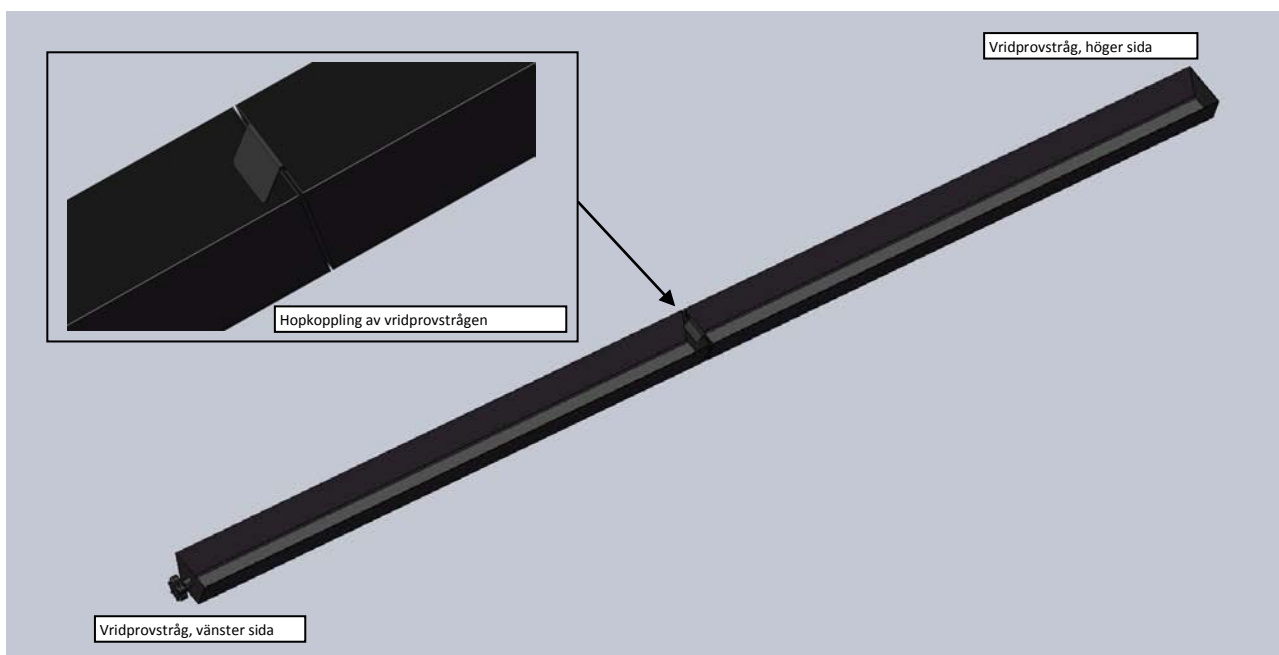

Bild 3.3.5 Hopkoppling av vridprovstrågen i rätt ordning.
6. Trågen dras ut och deras innehåll vägs. Efter behov regleras utmatningsmängden med växellådan tills vägningsresultatet motsvarar det önskade värdet. Den mängd, som vridprovet ger, motsvarar en areal på ungefär ett ar, vilket innebär att den mängd som behövs för en hektar är hundra gånger större. Då du återställer vridprovstrågen i maskinen, försäkra dig om att de kommer i rätt ordning och kopplas ihop på ett rätt sätt (se Bild 3.3.5).